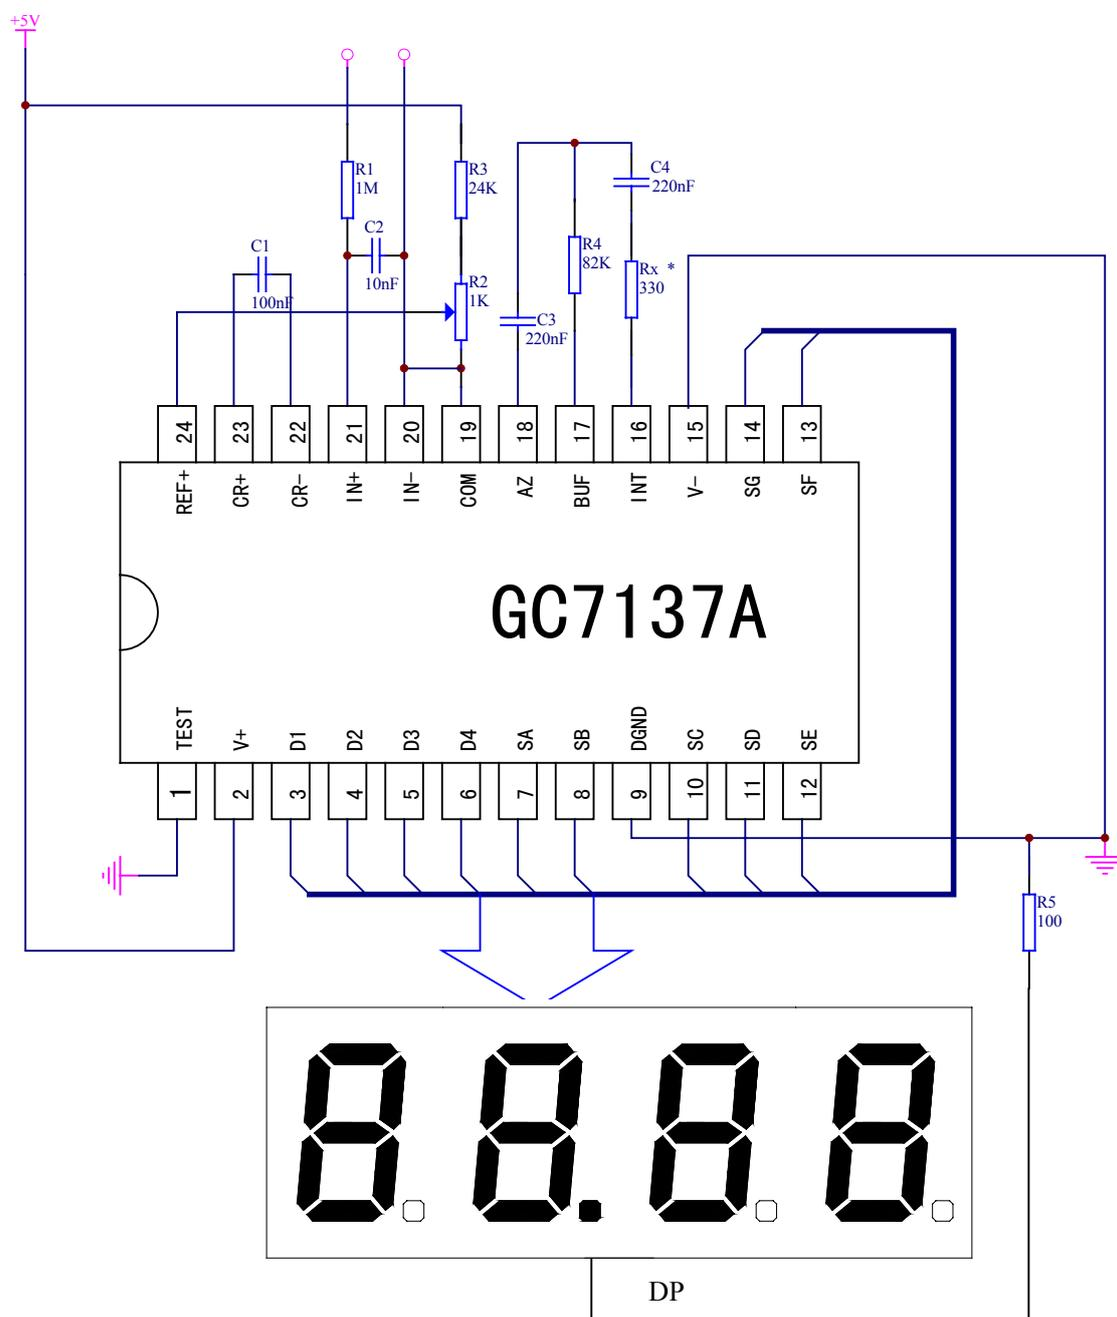

图 4A
GC7137A 可工作于单电源 4.5V-6.0V，双电源 \pm 4.5V 到 \pm 6V。用户可根据测量信号的参考点的位置来选择供电方式。对于必须和信号输入共地的应用，就必须选用双电源供电方式。两种电源的应用原理图参见图 4A 和 4B。
3、图 4A 和 4B 管脚 1 分别都接地。